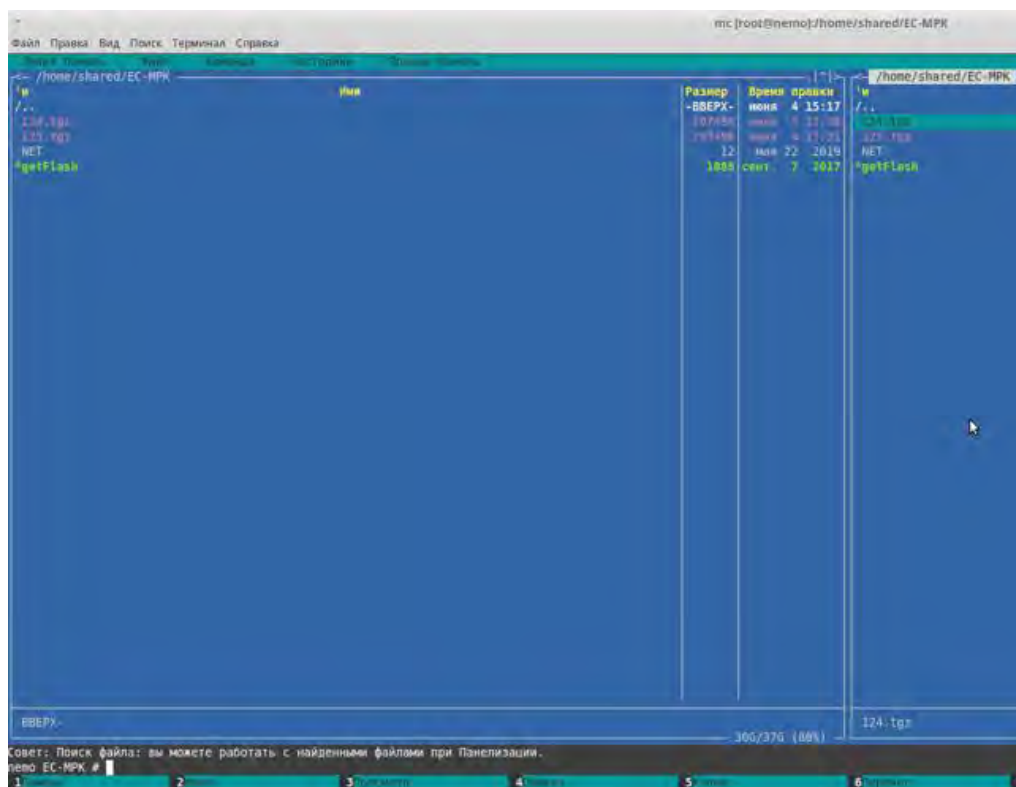

Рисунок 8. Архивный файл основного КТС УК
7.1.10. Провести копирование дискового накопителя основного контроллера КТС УК, для чего ввести в командной строке «./getFlash 125», нажать клавишу «Enter» и выполнить действия согласно пунктов 7.1.7-7.1.9. После окончания копирования появится архивный файл с именем в виде окончания IP адреса основного контроллера КТС УК «125.tgz» (Рисунок 8).